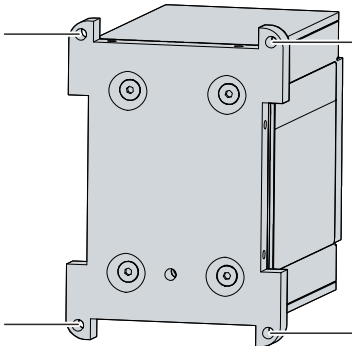

Abb. 10: C9900-U332_Montageplatte
1. Setzen Sie den Akkupack mit den gekennzeichneten Stellen der Montageplatte (siehe Abb. 10) vor die vorbereiteten Bohrlöcher.